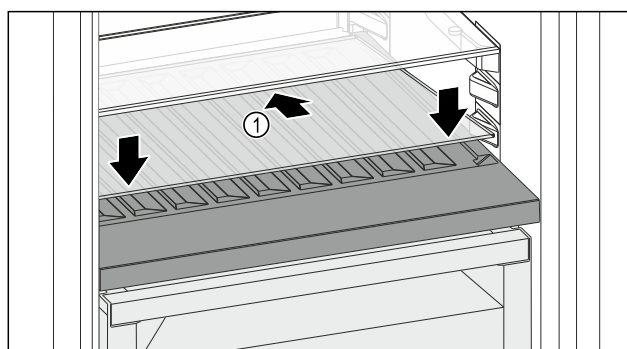

Fig. 98
- ▶ Indsæt glaspladen Fig. 98 (1) skråt nedad og bagtil.
- ▶ Sænk glaspladen Fig. 98 (1) foran.